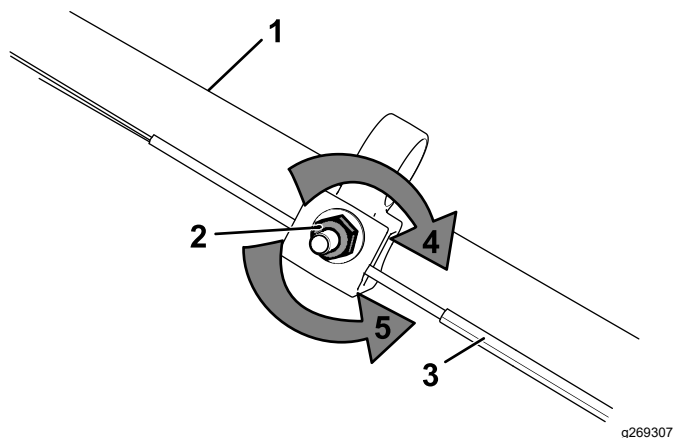

Рисунок 27
1. Поверните регулировочную гайку против часовой стрелки, чтобы ослабить натяжение троса (Рисунок 27).
- Отрегулируйте натяжение троса (Рисунок 27), потянув его назад или вперед, затем удерживайте в этом положении.